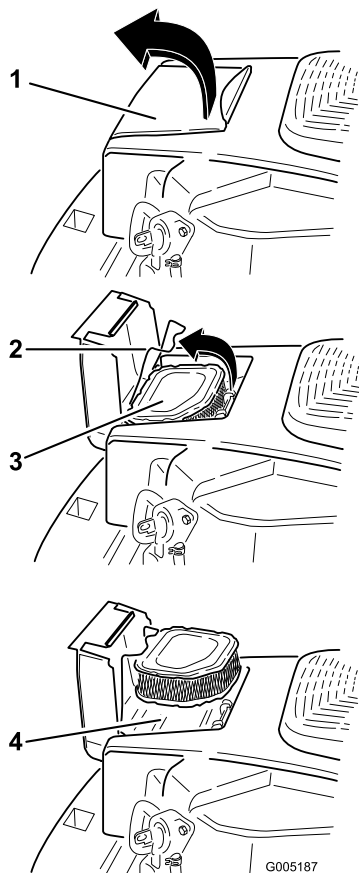

Bild 26
1. Öffnen Sie die Tür an der Luftfilterabdeckung am Gebläsegehäuse, um an den Luftfiltereinsatz zu gelangen (Bild 26).
2. Haken Sie den Riegel aus und nehmen Sie den Luftfiltereinsatz heraus (Bild 26).